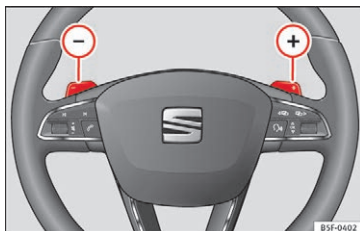

Fig. 180 Rat: gearvælger til automatisk gearkasse
- Tryk på skiftekontakten  for at skifte et gear op **» Fig. 180.**